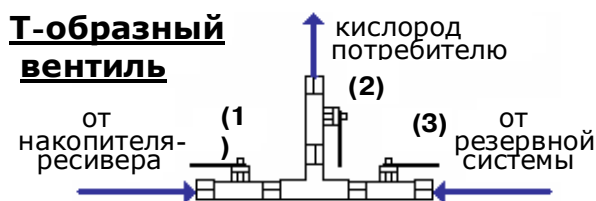

Рис.1 Т-образный вентиль
8. Соединить шлангом выход подачи кислорода на приборе (правое гнездо прибора) с блоком вентиляей основной/резервной подачи кислорода (Т-образный блок с шаровыми кранами см. рис.1).